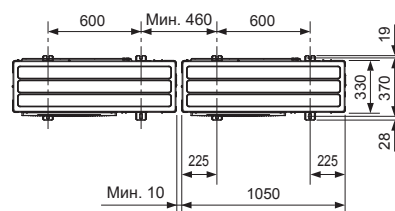

Fig. 3-1
- Обязательно устанавливайте прибор на твердой ровной поверхности для предотвращения его дрейбзжания во время эксплуатации. (Fig. 3-1)